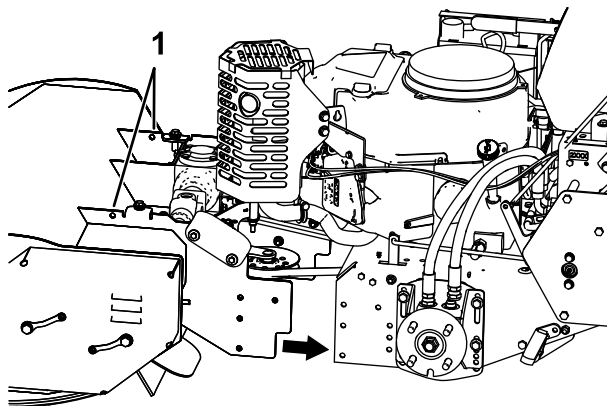

Bild 3
7. Nehmen Sie die obere Abdeckung am Schlegel und an der Stange des Zapfwelleneinkupplungsgestänges ab, bevor Sie den Schlegel anheben und richtig gegen die Zugmaschine positionieren (Bild 3).